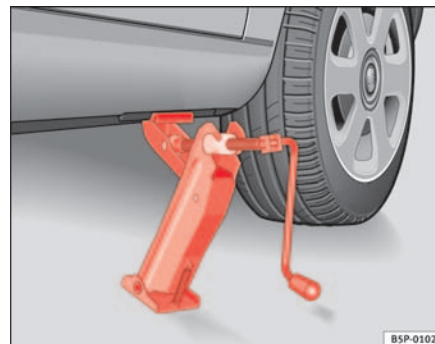

Fig. 157 Colocación del gato
- Posicione el gato de modo que su garra envuelva el nervio del larguero inferior y que la placa base móvil se apoye plana sobre el suelo ⇒ **página 244, fig. 157.**